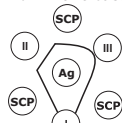

Figura 3
- NEGATIVA não há formação de linha de precipitação entre o poço central que contém o Ag do VLB e o poço com uma amostra negativa. As linhas de controle se prolongam para dentro do poço contendo uma amostra negativa, sem se curvarem ou com uma ligeira curvatura em direção ao SCP (ver figura 3).
II. POSITIVA há formação de uma linha de precipitação entre o poço central que contém o Ag do VLB e o poço com uma amostra positiva. Esta linha une-se com as linhas de controle e forma uma linha contínua de identidade específica, conforme mostra a figura 3.
III. FRACAMENTE POSITIVA as linhas de controle se prolongam em direção ao poço com uma amostra fracamente positiva; próximo a este, elas curvam-se ligeiramente em direção ao poço central com o Ag, mas não prosseguem para formar uma linha contínua entre o poço do Ag e o poço contendo a amostra fracamente positiva, a qual apresenta um baixo título de anticorpos (figura 3). Esta reação é mais difícil de detectar, sendo facilmente despercebida. Todas as mostras fracamente positivas devem ser novamente testadas antes de se relatar os resultados. Uma reação fracamente positiva pode ocorrer se houver difusão de qualquer soro positivo sob a camada de ágar para um poço com um soro negativo. Este erro seria identificado em um novo teste.